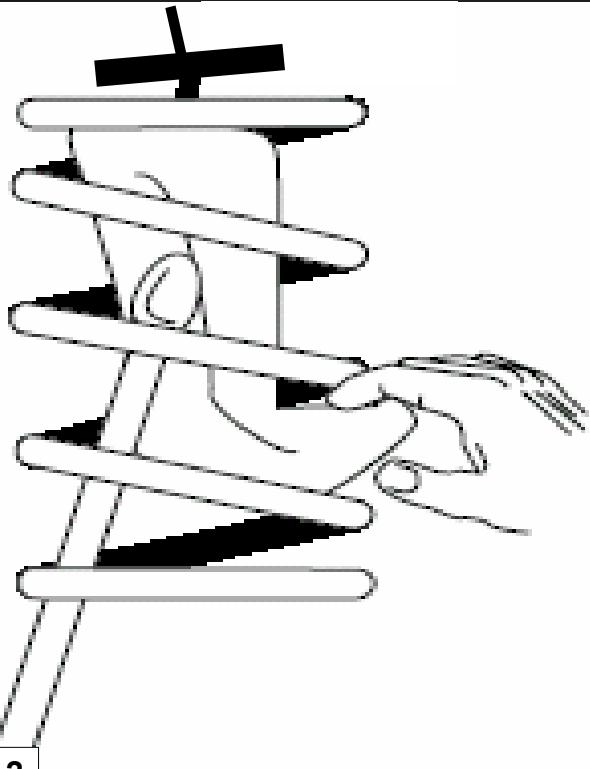

fig. 2
7. Druk de lucht uit de luchtbalg en monteer de luchtbalg door de windingen van de veer geheel in de hoofdveer. Let op dat de luchtleiding niet knikt. Monteer het geheel zo dat de vulaansluiting van de luchtbalg aan de bovenzijde komt. Zie fig 2 en 3.
7. Press the air out of the airbag and fit the airbag through the windings of the spring all the way into the spring. Take care that the air tube is not cracking. Fit everything with the filling tube of the airbag faced to the top side. See fig 2 and 3.
7. Drucken Sie den Luft aus dem Luftbalg und montieren Sie den Luftbalg durch die Windungen der Hauptfeder in der Feder mit der Luftleitung an der Oberseite. Sieh Fig 2 und 3